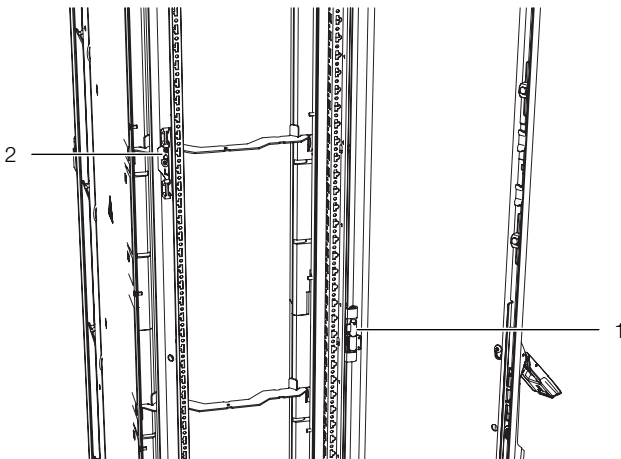

Abb. 34: Befestigungselemente am Liquid Cooling Package – Rückansicht
- Scharnierbolzenaufnahmen (Abb. 34, Pos. 1) sowie zugehörige Verschlusssteile (Abb. 34, Pos. 2) am LCP Inline demontieren und analog hinten am Adapter wieder montieren.